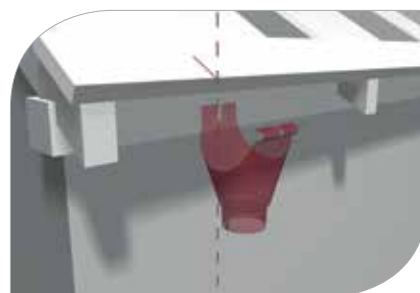

рис. 6
- 3.1 При определении места установки воронки, необходимо учитывать, что это всегда самая нижняя точка водосточной системы (**рис. 6**)